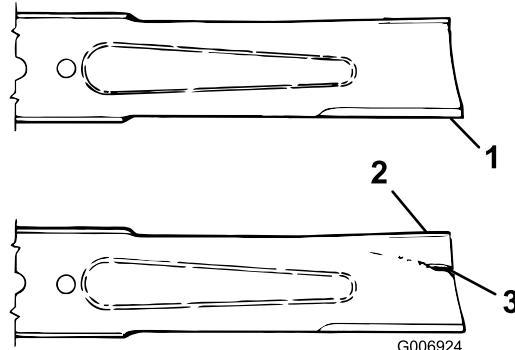

Figura 96
3. Verificate accuratamente i taglienti, con particolare attenzione ai punti d'incontro delle sezioni piatta e curva della lama (Figura 96).
4. Se riscontrate segni di usura (Figura 96), sostituite la lama; fate riferimento a Rimozione e montaggio di una lama (pagina 67).
4. Se riscontrate segni di usura (Figura 96), sostituite la lama; fate riferimento a Rimozione e montaggio di una lama \(pagina 67\).